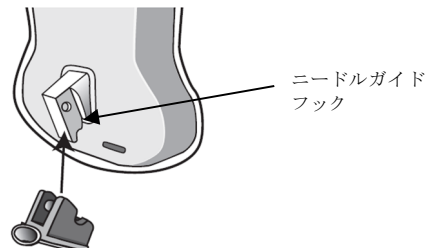

図 2
- 3) ニードルガイドの小さい方の端を、超音波プローブのニードルガイドフックのプローブ先端側の端に挟み込む。（図 2）